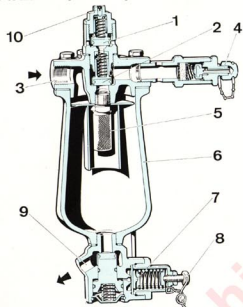

Fig. 11.1. - Depurador-regulador de aire
11.4 DEPURADOR-REGULADOR DE AIRE (fig. 11.1)
Válvula de inflar neumáticos (4 - fig. 11.1). — Para utilizarla, sacar el tapón situado en el extremo del cuerpo (4) de descarga automática y conectar la extremidad de la manguera, roscándola en el racor que a su vez abrirá la correspondiente válvula, quedando el circuito de aire conectado al neumático de la rueda. El aire suministrado al neumático queda filtrado por un tejido de malla de nylon.